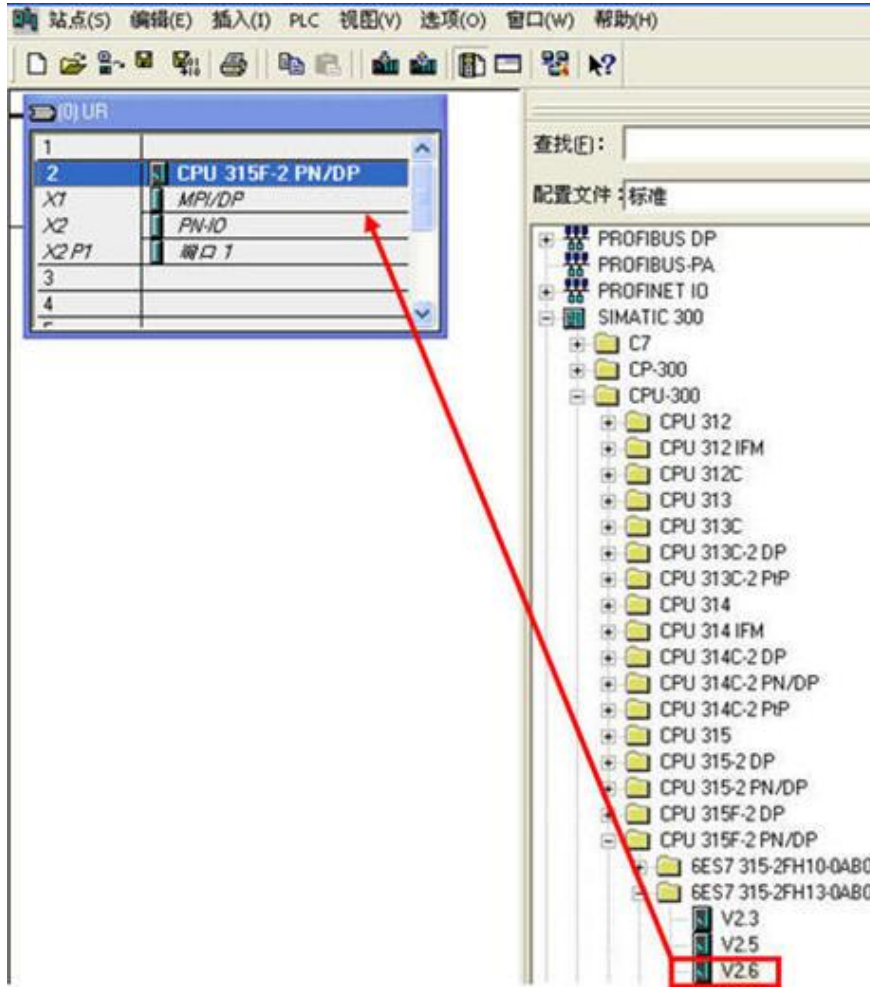

图 2-3 硬件组态
- 3) 双击硬件组态配置界面，从右侧产品列表中找到 CPU315F-2PNDP，拖入到项目中，如图 2-3